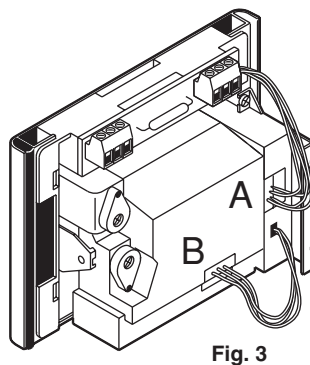

Fig. 3
3. Infilare il connettore A nell'innesto del dispositivo ed il connettore B del dispositivo nell'innesto della telecamera (fig.3).